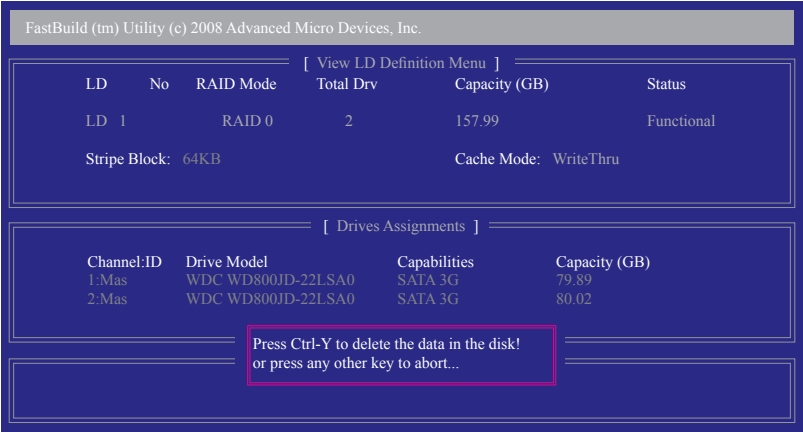

图9
- 2. 之后您将进入如图9 所示的 “View LD Definition Menu” 窗口。在此窗口里，您可以看到包含在此磁盘阵列中的磁盘成员。若您确定要删除该磁盘，请按 <Ctrl>+<Y> 键或按任意键取消。